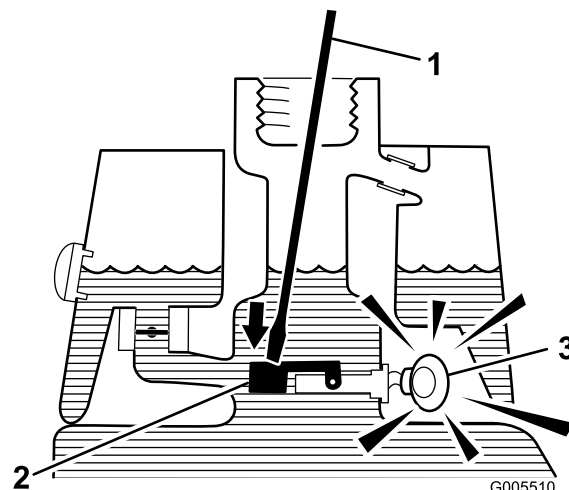

图28
3. 将干净的支杆或螺丝刀插入油箱颈，然后轻轻地向下推至浮动开关上（图28）。警报应在一秒钟的延迟后响起。